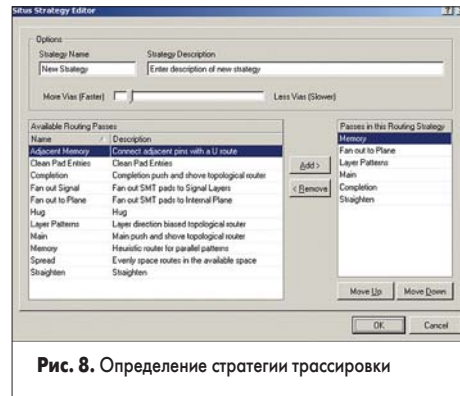

Рис. 8. Определение стратегии трассировки
3. Нажмем кнопку Add. Откроется окно Situs Strategy Editor (рис. 8).